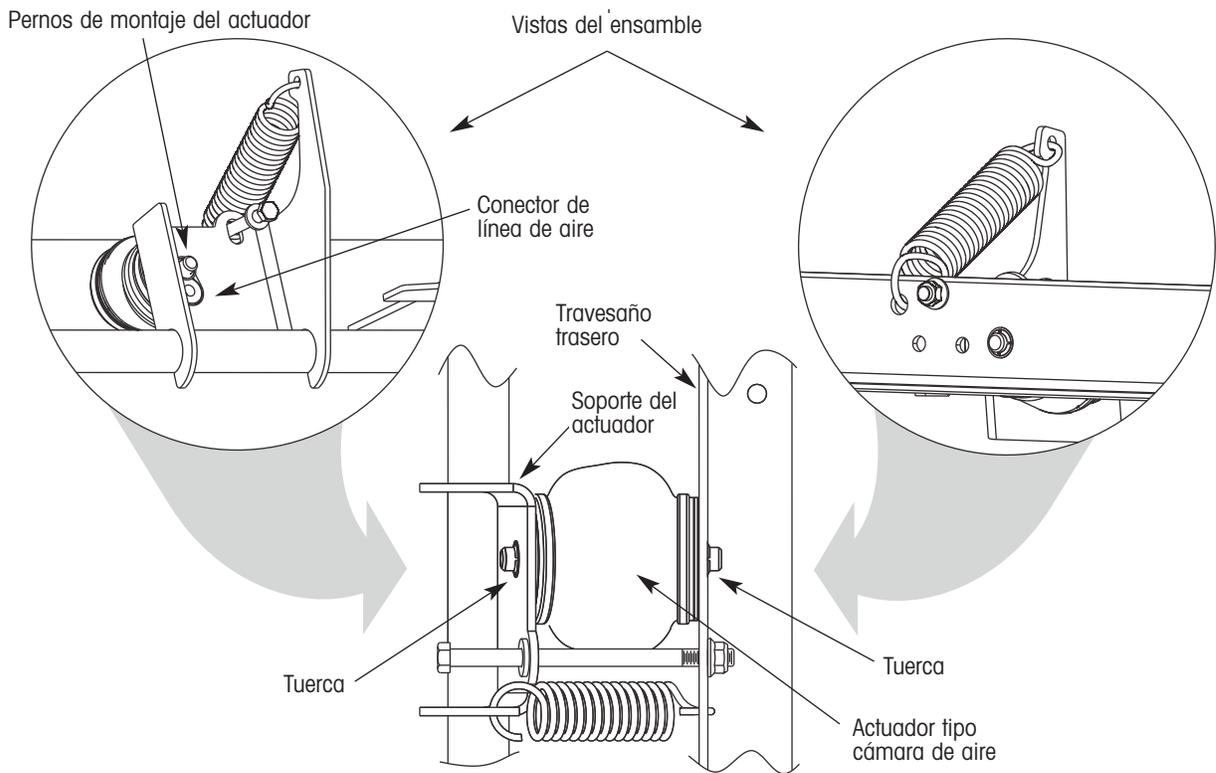

Figura 15. Detalles de instalación del actuador tipo cámara de aire
1. Coloque el extremo de la cámara de aire con el perno de montaje y el conector para línea de aire dentro del agujero de montaje en el soporte del actuador (figura 15). Oriente la cámara de aire para que el perno de montaje y el conector para línea de aire estén accesibles a través del agujero del soporte del actuador.
2. Inserte el perno de montaje en el otro extremo de la cámara de aire dentro del agujero de montaje en el travesaño trasero (figura 15).